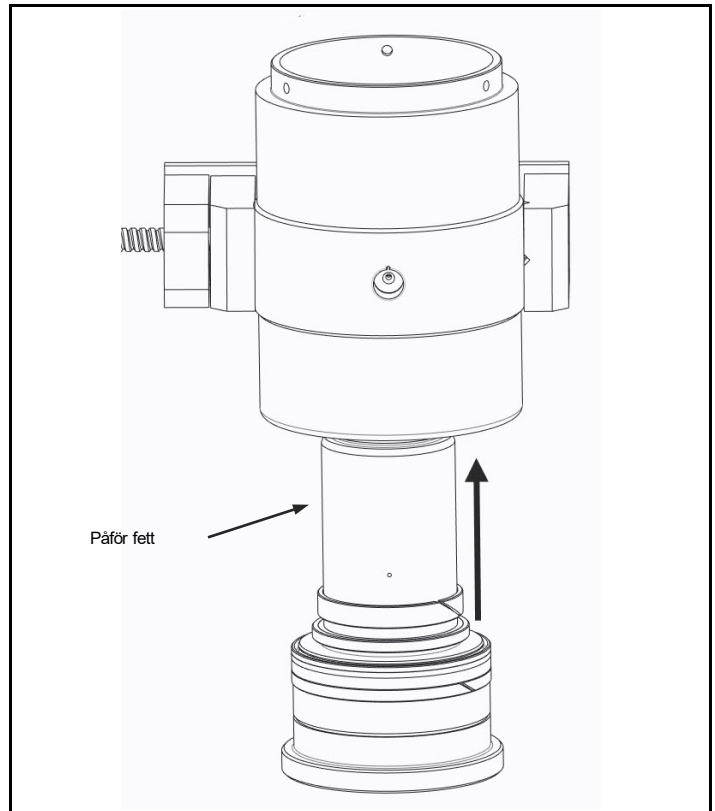

Fig. 4.7 Påför fett och montera kolven
a) Var noga med att inte skada några av de inre ytorna när kolvenheten förs in i stommen. (Fig. 4.7)